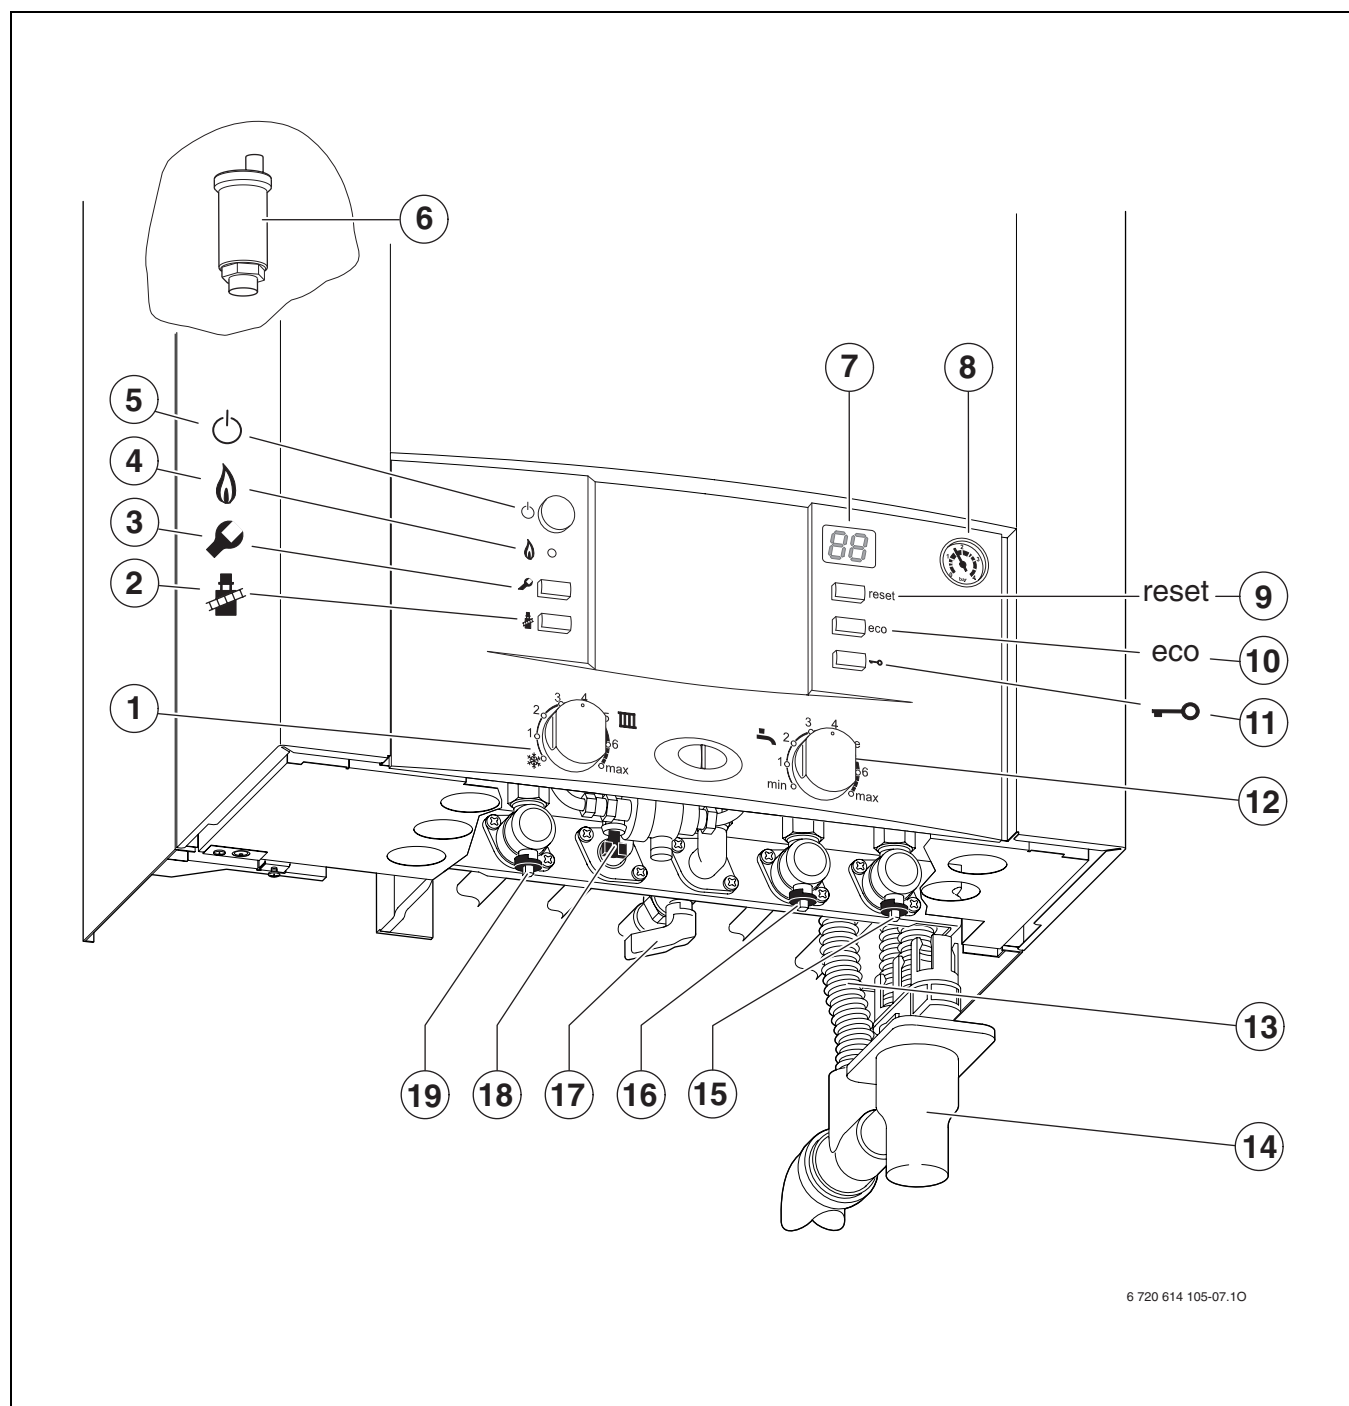

Fig. 26 Vista caldaia con accessorio DOS GA 5/18
- Aprire il rubinetto di acqua fredda (→ pos. 17).
- Riempire l'impianto di riscaldamento a 1 - 2 bar tramite il dispositivo di riempimento incorporato (pos. 19, fig. 26) e chiudere il rubinetto di riempimento.
- Aprire il rubinetto del gas (→ pos. 18).